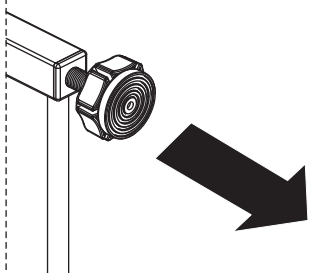

*Figure 4-6*
**NOTE:** Lorsque la largeur d'ouverture de la barrière est supérieure à **23 pouces (58 cm)**, la barrière sera normalement ouverte. (*Figure 4-6*)